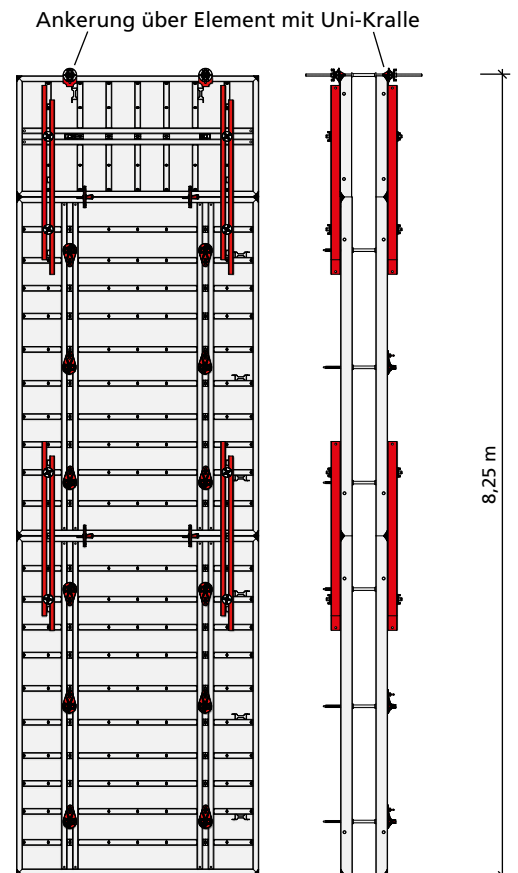

Abb. 69.2
■ Eine Höhe von 8,25 m erreicht man mit 2 vertikalen Mammut XT-Elementen, die man mit einem 1,25 m breiten Element horizontal aufstockt. Hier kann man durch Richtschienen und Uni-Kralle, Ankerstab sowie Flanschmutter 100, über dem Element geankert, die mittige Ankerlage am obersten Element einsparen (Abb. 69.2).